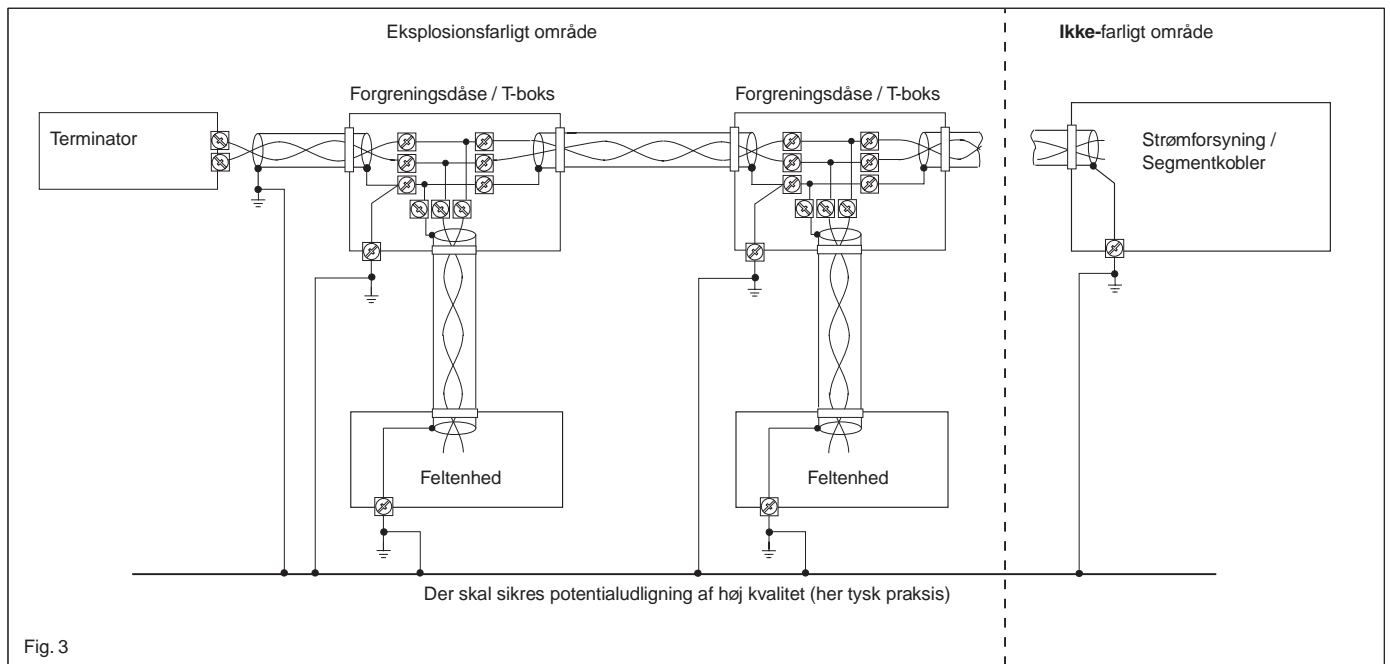

Fig. 3
- 5) Se fig. 3 och 4 för instruktioner för jordning av kabelskärmningen.
- 5) Para instruções relativas à ligação à terra da protecção do cabo, consulte as Figs. 3 and 4.